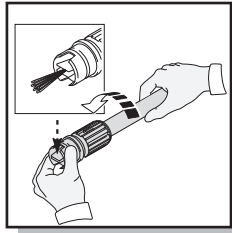

Fig. 21
- Avant d'appuyer sur la gâchette, réglez la buse sur le jet large et placez la buse à 4-5 pieds environ de la fenêtre en inclinant la lance à 45 degrés. Appuyez sur la gâchette du pistolet et ajustez la forme du jet et l'angle jusqu'à parvenir à une efficacité optimale du nettoyage (Figure 21).